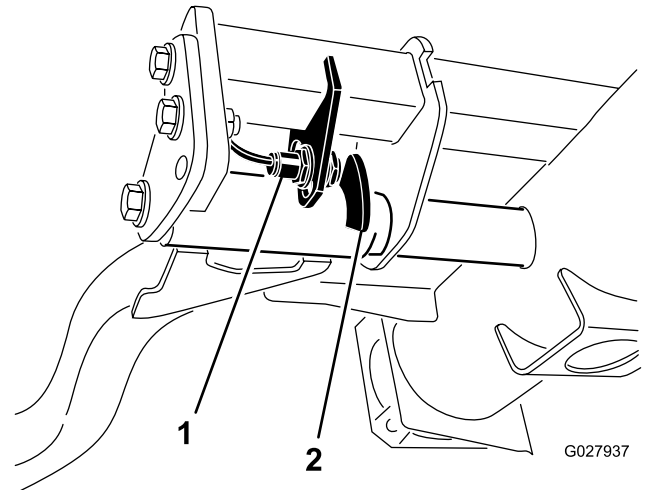

图30
2. 提升臂位于右前方提升臂 图30 后面的液压油箱下。
3. 拧松开关安装螺钉 图30 并向下移动开关可增大提升臂的转向高度向上移动开关可减小提升臂的转向高度。